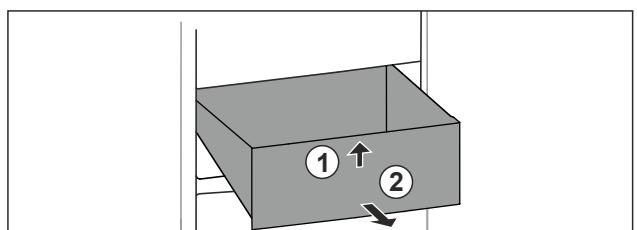

Fig. 73
- Nadvihnite zásuvku vpred. Fig. 73 (1)
- Odoberte zásuvku dopredu. Fig. 73 (2)